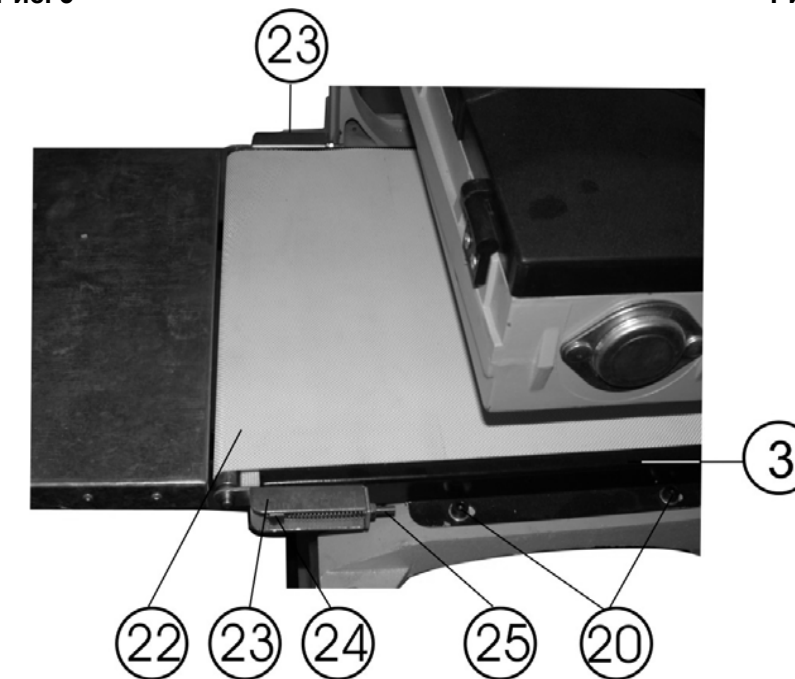

Рис. 7
- Ослабьте два крепежных болта (20) стола подачи (3), Рис. 7
- Подставьте одну или две регулировочные прокладки (не входят в комплект поставки) по мере необходимости под край стола подачи (3), Рис. 7
- Закрепите крепёжные болты (20) стола подачи (3), Рис. 7. Еще раз проверьте размеры А и В
См. п. 9.3 - Регулировка ленты стола подачи). Выкрутите крепёжные болты стола подачи (3). Поднимите стол подачи (3), снимите отработанную подающую ленту (22), Рис. 7.
Иногда может потребоваться регулировка подающей ленты (22) стола подачи (3) из-за нормального растяжения по мере эксплуатации или неправильного натяжения. Идеально подающая лента (22) должна перемещаться по центру стола подачи (3), а не уходить в сторону, Рис.7.
9.3.1. Механизмы регулировки (23) подающей ленты (22) расположены по обе стороны стола подачи (3), Рис.7.
9.3.2. Регулировка увеличения или уменьшения натяжения подающей ленты (22) осуществляется вращением отвёрткой винта (24) в соответствующую сторону, удерживая ключом гайку (25), Рис.7. Машина отвёрткой и ключом не комплектуется.
9.3.3. Регулировка смещения подающей ленты (22) осуществляется путем увеличения или уменьшения натяжения подающей ленты (22) регулировочными винтами (24). Например, при смещении вправо натяните левую сторону или ослабьте правую. Излишне сильное натяжение подающей ленты (22) может привести к поломке, Рис.7.